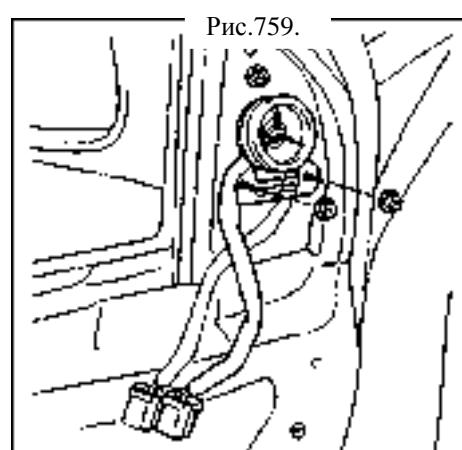

Рис.759.
5. Снимите малый динамик [67000129](рис.759).